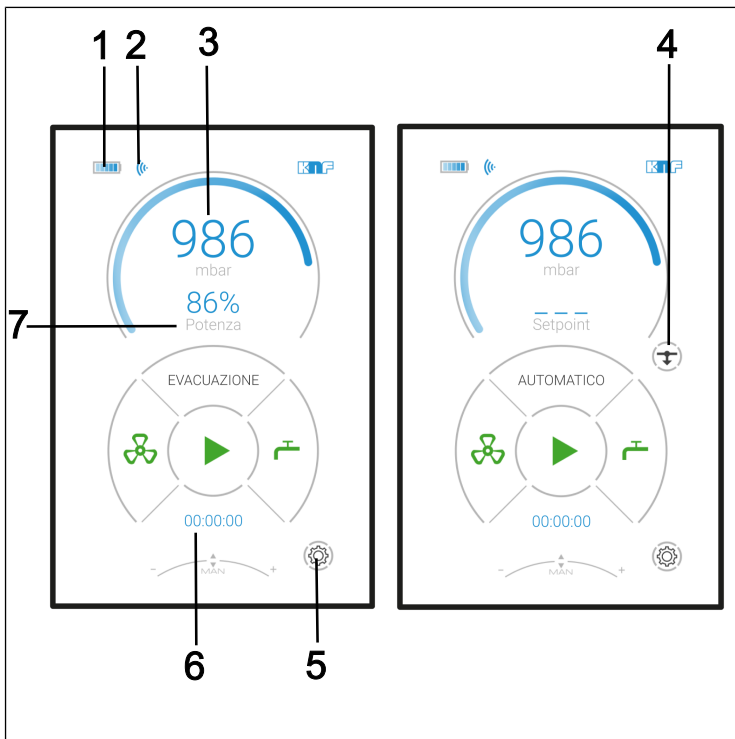
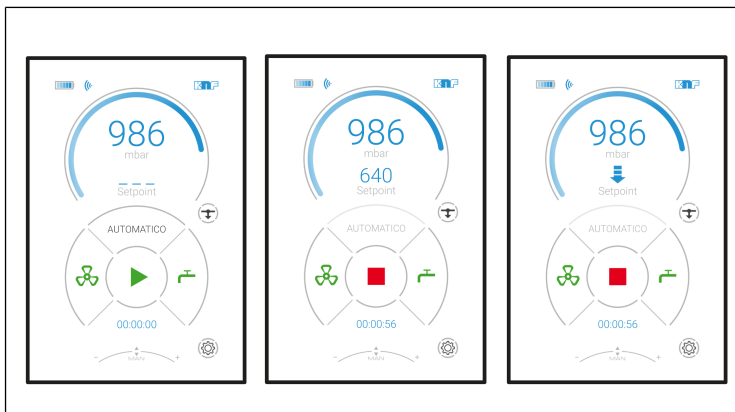

Fig. 14: Visualizzazioni sul touchscreen
Fig.20: Procedura di funzionamento automatico
→ Visualizzazione dei principali parametri di processo (Fig. 14);
Per selezionare la lingua di menu, Portarsi nel campo Impostazioni (Fig. 14/5).
- Per terminare la "Regolazione pressione temporanea", il processo andrà terminato, premendo sul simbolo (Fig. 14/4).
Se in modalità *Funzionamento automatico* verrà rilevato un punto di ebollizione, il processo si fermerà nel punto di ebollizione rilevato (pressione reale) e passerà ad una modalità Regolazione pressione temporanea. A riduzione pressione inattiva (Fig. 14/4), la regolazione resterà permanentemente nel punto di ebollizione rilevato. Se la riduzione pressione (Fig. 14/4) sarà attiva, dopo circa 30 secondi il sistema tenterà di portarsi sul punto di ebollizione successivo. Tale processo, a riduzione pressione attiva, verrà sempre ripetuto (vedere Fig. 20).
Se in seguito la riduzione pressione automatica (Fig. 14/4) verrà attivata, dopo circa 25 secondi la freccia ricomparirà sul display.